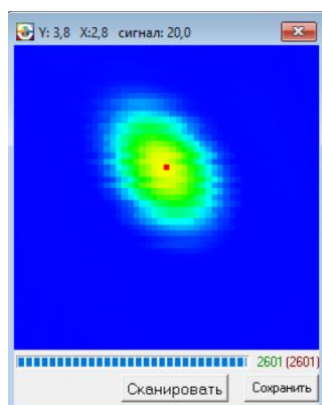

Рис. 17П – Окно «Сканирование ламповой турели»
3.4.6 Для определения положения лампы можно воспользоваться окном «Сканирование ламповой турели» на вкладке «Параметры» (Рис. 17П). Двойной щелчок по красной точке (оптимальное положение лампы) переносит координаты в панель управления. Нажмите кнопку «Сохранить»
Изменяя координаты X, Y добейтесь, чтобы интенсивность излучения выросла до 20, после чего нажмите кнопку «Сохранить» в окне «ЛПК, ФП» (Рис. 17П). Если интенсивность равна нулю, то смотрите п.п. 3.4.6, а потом произвести ручную юстировку по интенсивности. Выходить из окна «ЛПК, ФП» только через нажатие на кнопку «Сохранить» в этом окне.